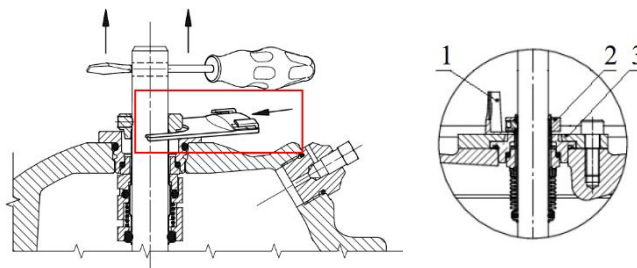

Рисунок 4.2 Регулировочный калибр
2. Зафиксировать положение уплотнения вала, для чего установить на вал регулировочный калибр смотрите Рис. 4.2. Регулировочный калибр (поз. 1) установить между уплотнением вала (поз. 2) и держателем уплотнения (поз. 3).
4. Перед установкой муфты необходимо проверить, чтобы регулировочный калибр оставался между уплотнением вала и держателем уплотнения, смотрите Рис.4.2.